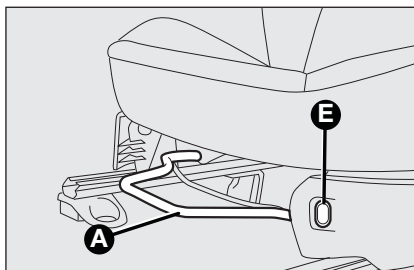

fig. 17
Réglage dans le sens longitudinal fig. 17
Chauffage des sièges fig. 17 (le cas échéant)
ATTENTION Si l'on actionne le levier **D** avant de bloquer le siège dans sa position initiale, on perd la position d'origine : dans ce cas, il faudra régler la position longitudinale du siège à l'aide du réglage longitudinal **fig. 17**.
Pour ramener le siège à sa position d'origine, le faire coulisser en arrière en poussant le dossier (mouvement ④) ; actionner le levier **D** (mouvement ⑤) et soulever le dossier (mouvement ⑥) jusqu'au déclic de blocage. Régler la position longitudinale à l'aide du levier **A-fig. 17**.